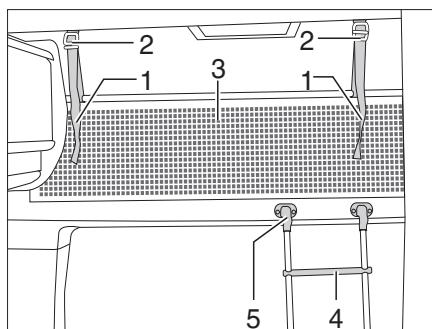

Fig. 149 Cama de alcoba
Para subir a la cama de alcoba, utilizar la escalera de ascenso (Fig. 149,4) equipada de serie.
- Enganchar la escalera con los largueros en el soporte (Fig. 149,5) del panel de la alcoba.
La red de seguridad (Fig. 149,3) viene de serie entre el colchón y el somier. Tender la red de seguridad cuando las personas ya se encuentren en la alcoba.
- Engatillar las cintas de sujeción (Fig. 149,1) en los soportes en el techo (Fig. 149,2).